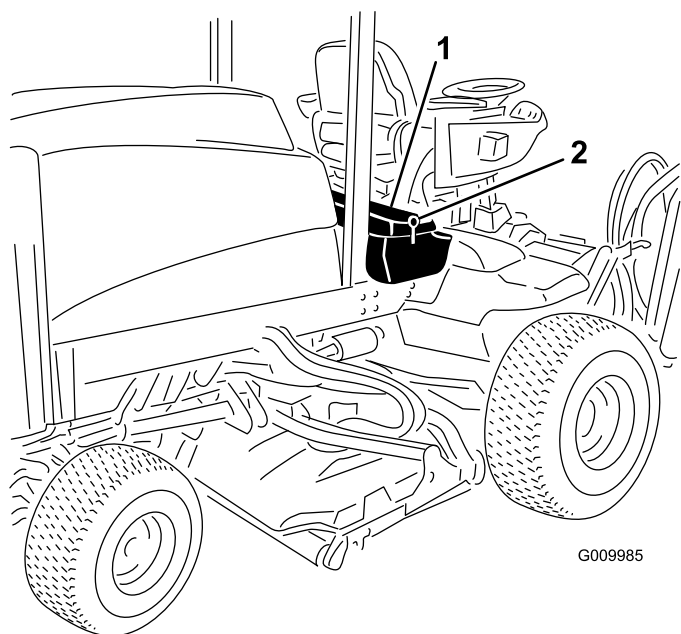
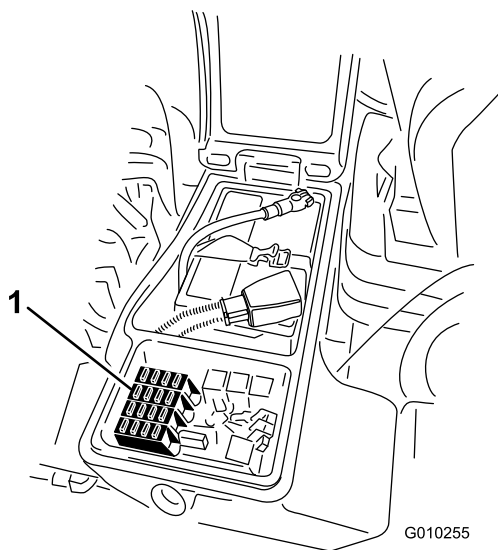

Figure 100
Figure 101
1. Ouvrez le verrou du couvercle du bac de rangement droit et soulevez le couvercle (Figure 100).
1. Ouvrez le verrou du couvercle du bac de rangement droit et soulevez le couvercle (Figure 100) pour exposer le porte-fusibles (Figure 101).
2. Remplacez le(s) fusible(s) dans les emplacements libres selon les besoins (Figure 101).
3. Refermez le couvercle du bac de rangement droit et fixez-le avec le verrou (Figure 100).